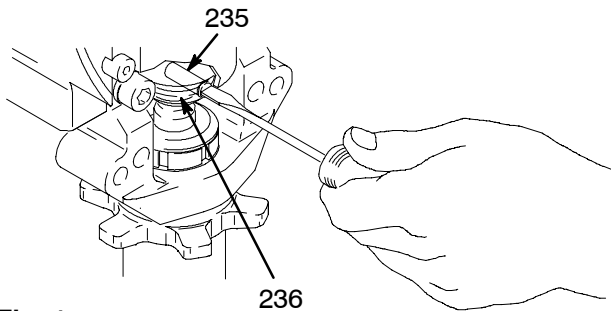

Fig. 1 7675B
3. Desenrosque el tubo de aspiración (34) de la bomba, sujetando con una llave la válvula de admisión (A) para evitar que la bomba se afloje.
4. Desconecte la manguera de salida de la bomba (100) del racor de salida de la base de bomba (60).
5. Fig. 1. Empuje con un destornillador el resorte de retención (236) para sacarlo por la parte superior de la bomba. Extraiga el pasador (235).